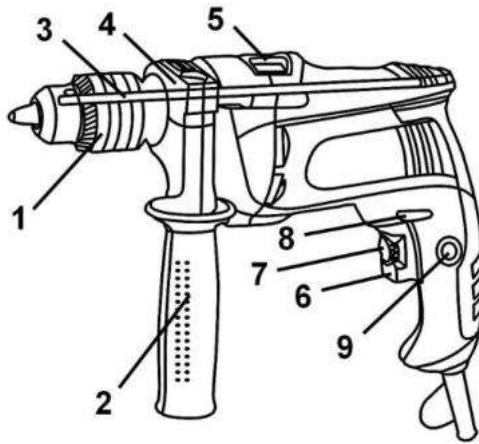

Рисунок 1
Виріб має два режими свердління: ударно-обертальний і обертальний. Перемикання режимів роботи виробу здійснюється переведенням перемикача (5) (див. рис.1) У крайні позиції до відповідного символу режиму роботи:
- ударно-обертальний режим - перемикач (5) повинен бути переведеним до упору у бік символу **T**;
- обертальний режим - перемикач (5) повинен бути переведеним до упору у бік символу **⚡**.
4.2 Виберіть необхідний режим роботи виробу за допомогою перемикача (5) (див. рисунок 1). Перемикання режимів роботи виробу здійснюється переведенням перемикача (5) (див. рис. 1) з одного крайнього положення в інше в бік відповідного символу режиму роботи:
- обертальний режим - перемикач (5) повинен бути переведеним до упору у бік символу **2**.